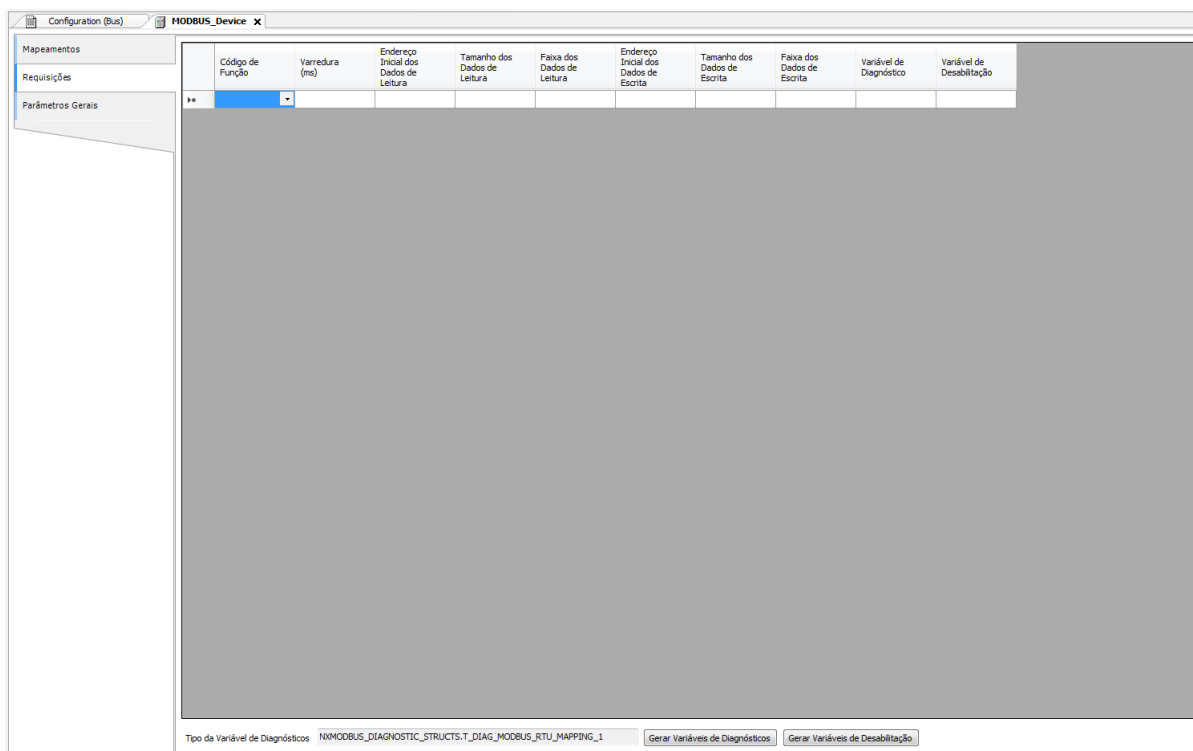

Figura 57: Tela de Requisições de dados MODBUS Mestre
- Adicionar e configurar as requisições MODBUS como apresentado na Figura 57, especificando a função, o tempo de varredura da requisição, o endereço inicial (leitura/escrita), o tamanho dos dados (Leitura/Escrita) e gerar as variáveis de diagnóstico e desabilitação das requisições através dos botões na parte inferior da janela.